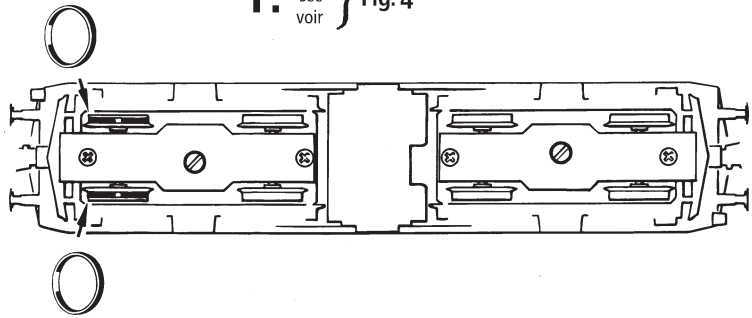

Fig. 9
2. Schmierung: Versehen Sie die im Schmierplan in Fig. 9 gekennzeichneten Stellen mit nur **kleinen Öltropfen**. Dazu zuerst das Lokgehäuse abnehmen (Fig. 3). Wir empfehlen das Fleischmann Spezial-Öl Art.-Nr. 6599
goutte aux endroits indiqués par le plan de graissage (fig. 9) après avoir démonté la caisse de la locomotive (fig. 3). Nous vous recommandons le graisseur à huile Fleischmann réf. 6599.
2. Lubrication: Apply **tiny oil drops** to spots marked in fig. 9. Prior to lubrication dismantle locomotive (fig. 3). We recommend using item no. 6599, Fleischmann oiler.